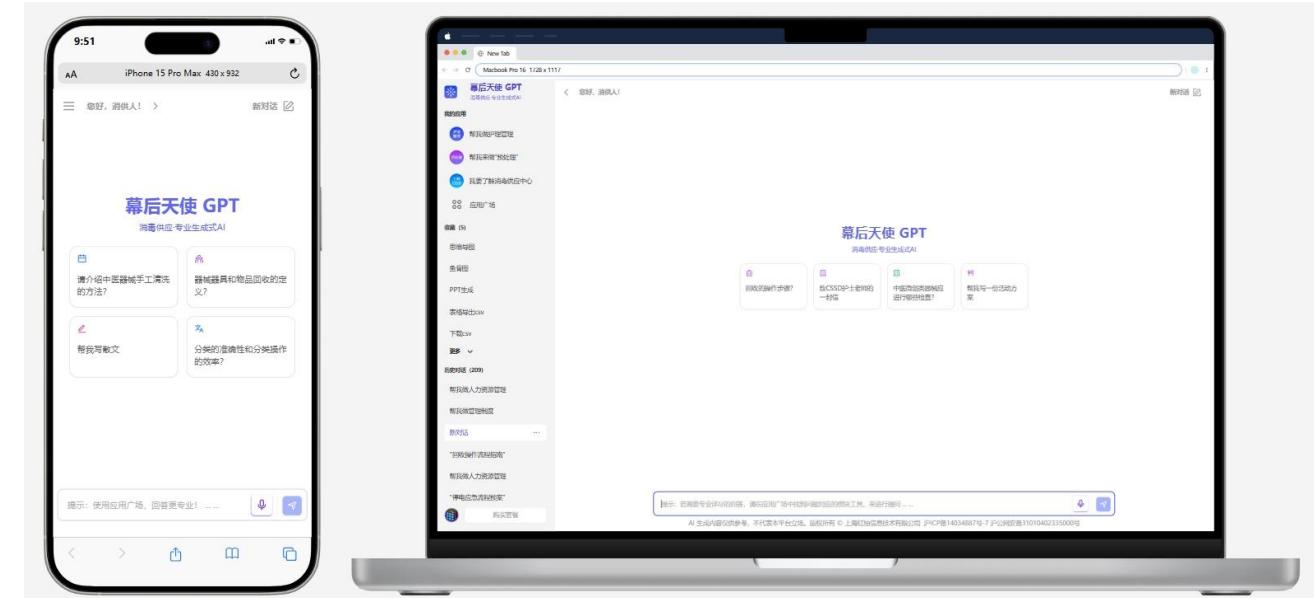

图 4.1B: “幕后天使 GPT”在移动端与桌面端的界面展示。
- 多平台访问** - 实现不同终端与系统间的顺畅运行，并支持符合本地使用习惯的微信登录 (图 4.1B);